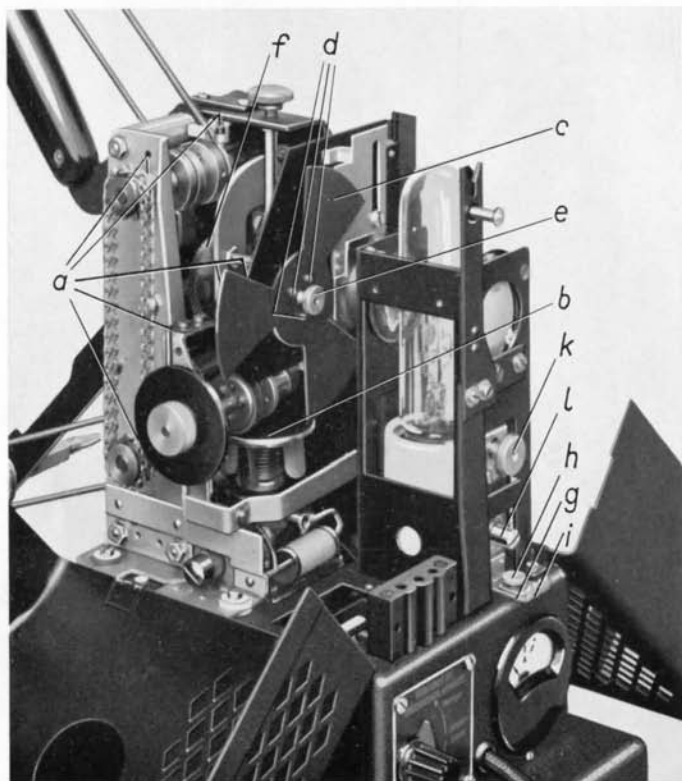
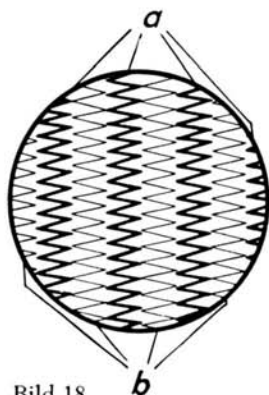

Bild. 14. Getriebeansicht des Projektors, Widerstandsseite (Widerstand herausgenommen).
Bild 18.
**Kein Öl an die Linsen, in den Bildkanal, an die Friktionsscheibe (b in Bild 14) oder die Transportorgane bringen! Nicht zu viel ölen!**
Beim Auswechseln Widerstandsgehäuse (d in Bild 5) abnehmen, Seitenteile des Gehäuses (l, m) herunterklappen, Lampengehäuse (h) abnehmen, dann Rändelmutter (e in Bild 14) lösen. Blende paßt
Ursache: Lockerung der Befestigungsschrauben des die Blende antreibenden Schraubenrades (f in Bild 14).
2. Beide Madenschrauben, mit denen das Schraubenrad (f in Bild 14) auf seiner Achse befestigt ist (Madenschrauben sind in Bild 14 nicht sichtbar), lösen und Blende (c) leicht verdrehen:
wie in Bild 14.
Genauere Einstellung der Lampe ist notwendig, um stets beste Ausleuchtung des Bildes zu erzielen. Schraube (h in Bild 14), die den verschiebbaren Fuß (g) mit der Lampenfassung festhält, lockern und Fuß am Handgriff (i) nach vorwärts oder rückwärts oder seitlich verschieben. Rändelmutter (k) lösen und Lampenfassung mit Handgriff (l) nach aufwärts oder abwärts verschieben. Zum Prüfen der Einstellung bei eingeschaltetem Projektor Lupe oder zweites Objektiv vor Apparatobjektiv halten, oder Apparatobjektiv weit aus der Fassung herausziehen. Dadurch werden auf dem Bildschirm die Wendelbilder und dazwischen die vom Hohlspiegel entworfenen Spiegelbilder der Wendeln sichtbar. Die richtige Einstellung ist dann erreicht, wenn die Spiegelbilder (b in Bild 18) in gleichmäßigen Zwischenräumen zwischen den Wendelbildern (a) liegen und Wendelbilder wie Spiegelbilder scharf zu erkennen sind.